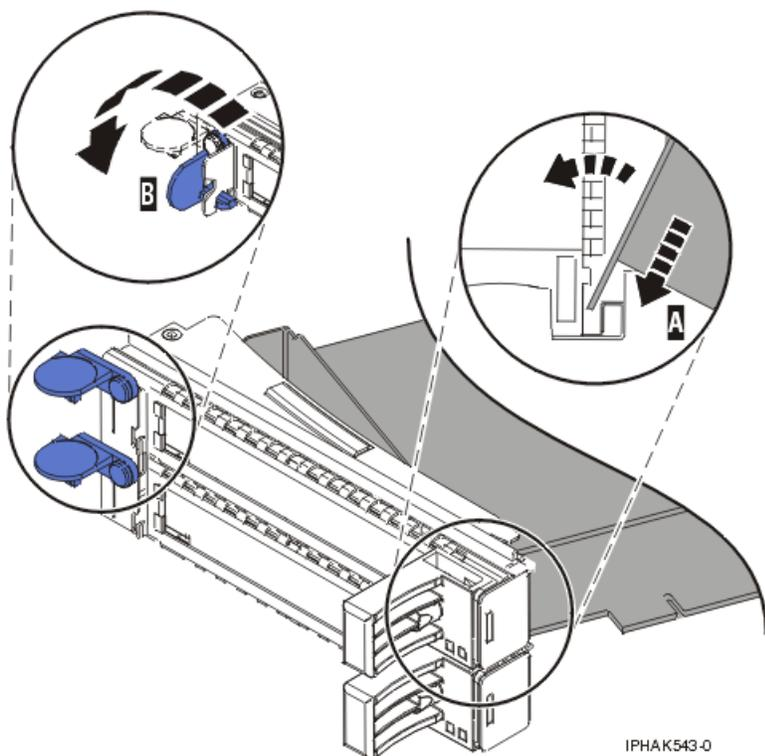
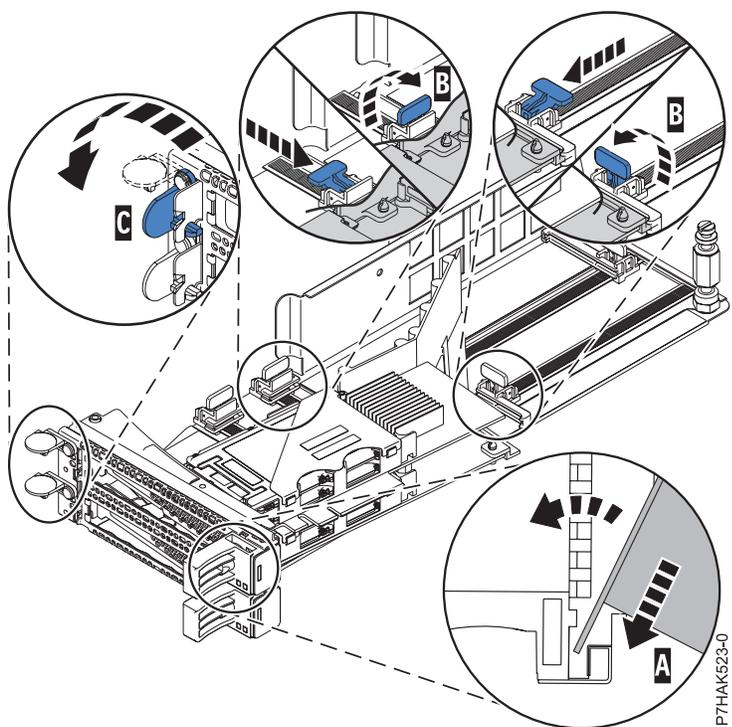

Figure 146. Remplacement de la carte de la cassette de cartes PCI
Figure 147. Remplacement d'une carte PCIe RAID et SSD SAS dans la cassette de la carte PCI
- a. Placez le levier de blocage de la contre-poupée en position ouverte, insérez fermement la carte dans le bloc de retenue **(A)**. Pour une carte PCI standard, voir figure 146, à la page 165. Pour une carte PCIe RAID et SSD SAS, voir figure 147, à la page 165.